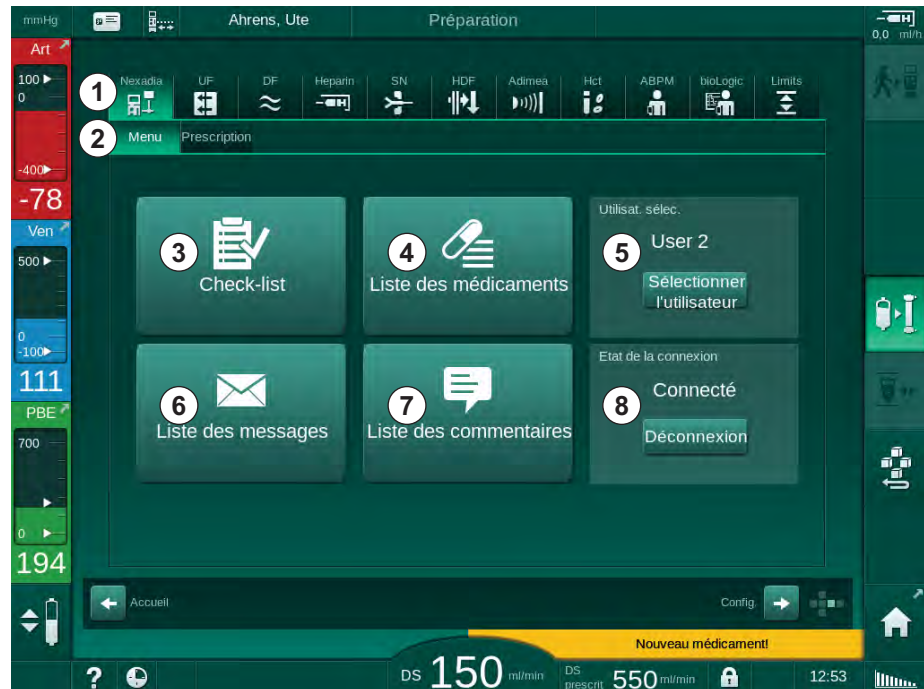

Fig. 11-34 Menu Nexadia sur l'écran *Entrée*
Lors de l'utilisation de Nexadia, l'appareil est en mesure d'envoyer et / ou de recevoir des informations (par ex. messages, commentaires et listes) entre l'appareil et le serveur de données. Il y a également une sélection de l'utilisateur. Ces fonctions sont gérées dans le menu Nexadia. Ce menu s'ouvre en touchant l'icône *Nexadia* (Fig. 11-34, ①) et le bouton *Menu* ② sur l'écran *Entrée*.
1. Appuyer sur *Sélection de l'utilisateur* dans le menu Nexadia (Fig. 11-34 Menu Nexadia sur l'écran Entrée (308), ⑤).
1. Toucher l'icône *Liste de commentaires* dans le menu Nexadia (Fig. 11-34 Menu Nexadia sur l'écran Entrée (308), ⑦).
1. Toucher l'icône *Check-list* dans le menu Nexadia (Fig. 11-34 Menu Nexadia sur l'écran Entrée (308), ③).
1. Toucher l'icône *Liste des médicaments* dans le menu Nexadia (Fig. 11-34 Menu Nexadia sur l'écran Entrée (308), ④).
1. Toucher l'icône *Liste de messages* dans le menu Nexadia (Fig. 11-34 Menu Nexadia sur l'écran Entrée (308), ⑥).